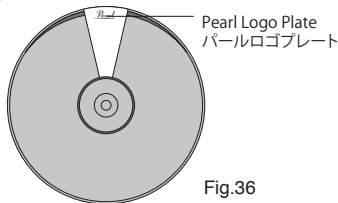

Fig.36
- For proper playing position of top cymbal, ensure the Pearl Logo Plate is positioned "away" from the player (Fig.36).
- パールロゴプレートは奏者と反対側になるようにセットしてください (Fig.36)。